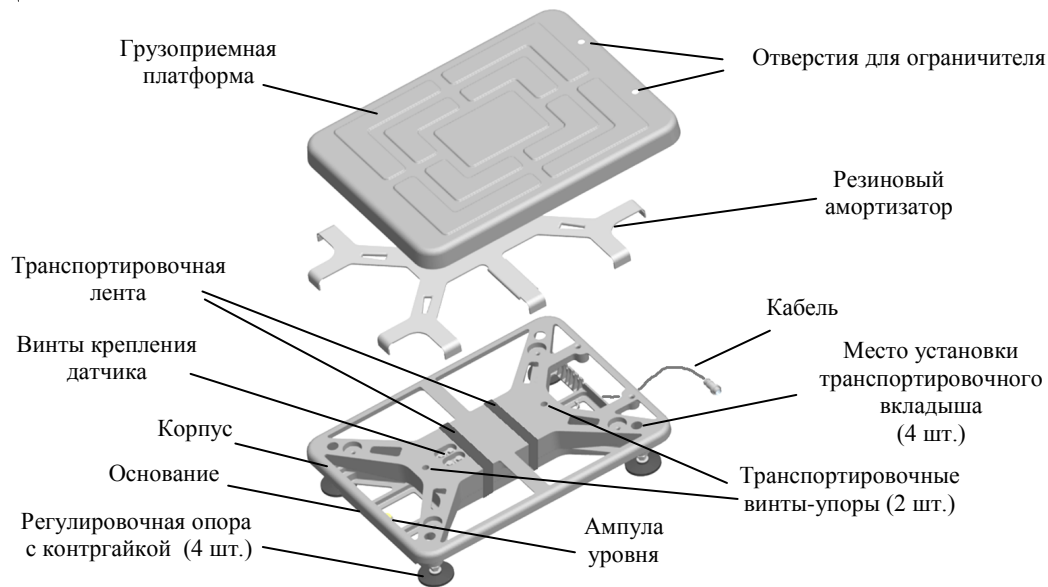
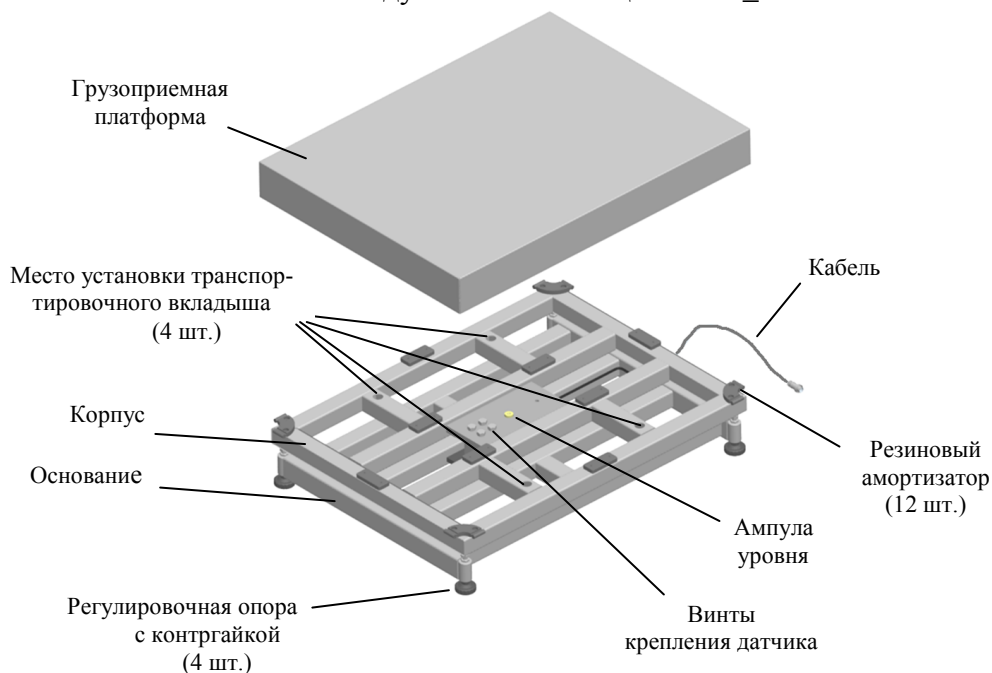

Рис. 4.1 - Модуль взвешивающий ТВ-S_
Рис. 4.2 - Модуль взвешивающий ТВ-M_
5.2 Снять грузоприемную платформу. Вынуть транспортировочные вкладыши (Рис. 4.1, Рис. 4.2).
5.5 Установить весы на твердой ровной поверхности. При помощи регулировочных опор выставить весы по ампуле уровня таким образом, чтобы пузырек воздуха находился в центре ампулы. При необходимости, затянуть контргайки регулировочных опор (Рис. 4.1, Рис. 4.2).